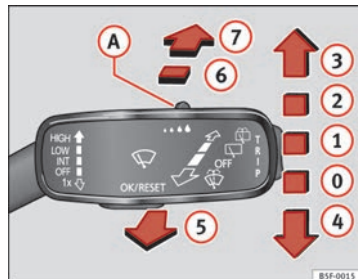

Fig. 66 Utilisation de l'essuie-glace avant et arrière.
- Appuyez sur le levier de l'essuie-glace brièvement vers le bas ⇒ fig. 66 (4).